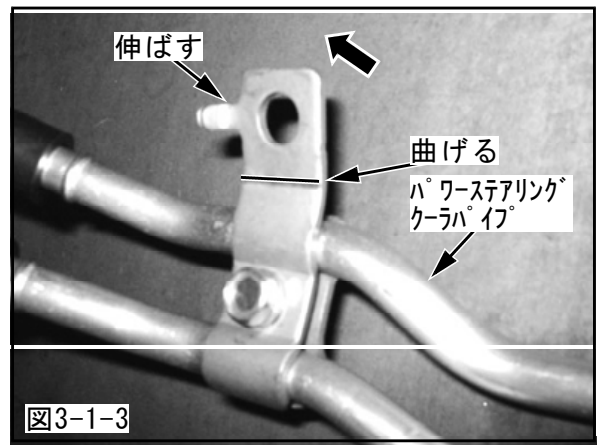

図3-1-3
- (5) パワーステアリングクーラパイプがエアコンコンデンサと干渉しないように、ブラケットを図の矢印の方向へ曲げてください。〈図3-1-3〉